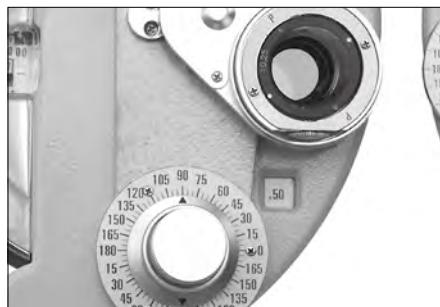

图35
(2) 放映如图 ⑯ 所示的交叉柱镜点状视标。用手指转动旋转钮 ⑯ 来转动交叉柱镜 ⑯。然后让王先生比较在交叉柱镜转动前和转动后所看到的图片，在感觉好的那一面停下来。例如：如果交叉柱镜如图 35 所示时王先生看的最清楚，转动柱镜轴位钮 ⑯，使交叉柱镜的轴位朝着红色点的方向移动 5° ，使柱镜轴位显示盘 ⑯ 定位于 95° 。